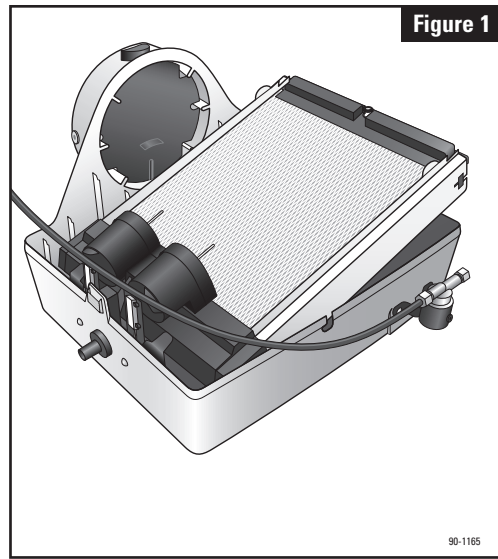

Figure 1
1. Déposez le couvercle avant en appuyant sur les languettes centrales qui se trouvent dans le haut et le bas du couvercle (1) et de la base (2). Sortez le tube d'alimentation (3) du plateau de distribution de l'eau (4). Faites basculer l'ensemble d'évaporation et soulevez-le pour le sortir de l'humidificateur. (Reportez-vous à la figure 1.)
2. La configuration d'usine de l'humidificateur prévoit une évacuation de l'eau à gauche. Si vous convertissez l'appareil pour que l'eau soit évacuée à droite, la base peut être tournée de manière à orienter le collet circulaire vers la droite. Interchangez l'emplacement du capuchon (10) et de l'ensemble de détection du niveau d'eau (9) si vous utilisez une sortie d'évacuation à droite. Pour retirer le capuchon, poussez-le et dévissez-le de l'intérieur du logement, puis soulevez-le légèrement de l'extérieur. Pour retirer la tubulure de raccordement du drain, dévissez-la, puis poussez-la hors de la base.